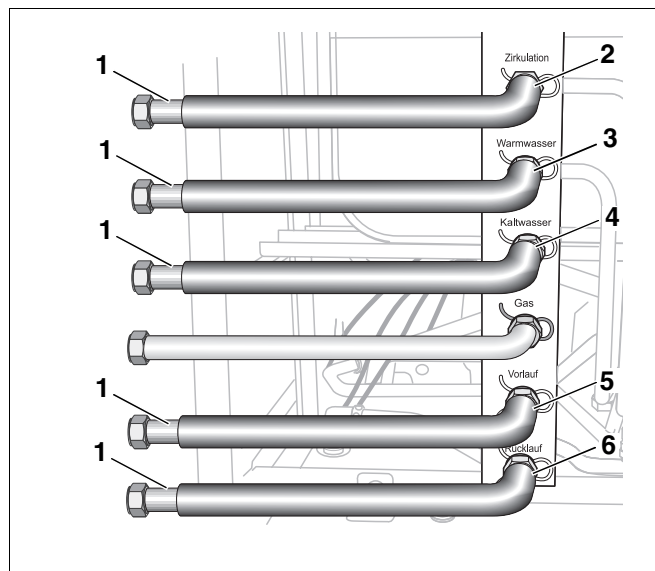

Abb. 4 Anschlussrohre montieren
- Die isolierten Anschlussrohre (Abb. 4, **Pos. 1**) mit eingelegten Dichtungen jeweils an die Anschlüsse des Heizkessels, wie in Abb. 4 gezeigt, handfest anschrauben.